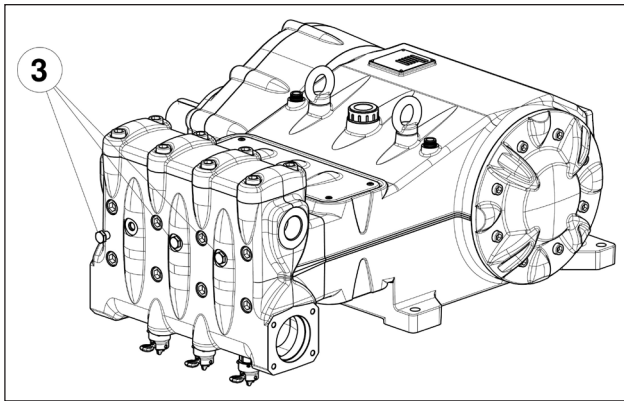

Fig. 11
En cas de problèmes d'amorçage dus à une alimentation insuffisante, enlever les trois bouchons à l'avant de la tête (exception faite pour la version MK40) comme le montre le rep. ③ Fig. 11.